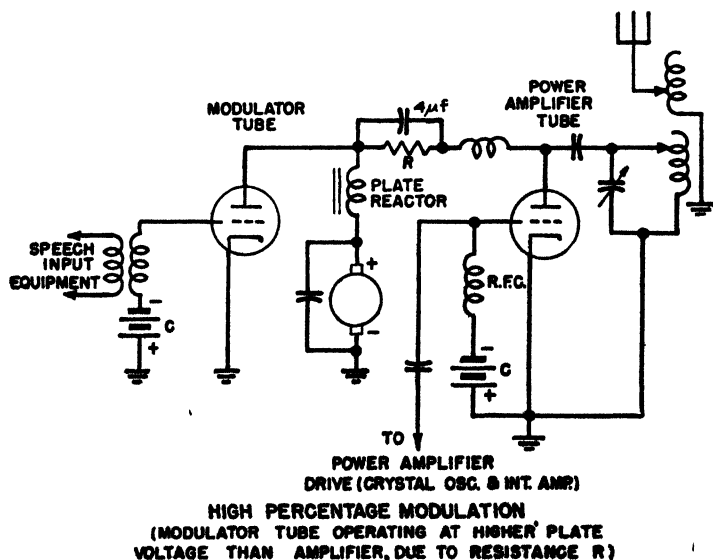

FIG. 3-3.—Plate-modulation system.
**Ans.** See Fig. 3-3.
*Ans.* See Fig. 3-3.